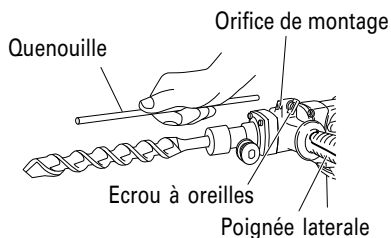

Fig. 11
7. Utilisation de la pièce d'arrêt (Fig. 11)